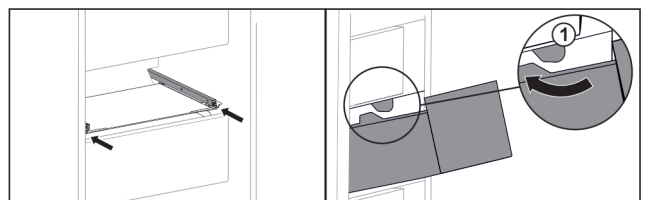

Fig. 100
- ▶ Predal speljite okrog zaustavljalnikov Fig. 100 (1).